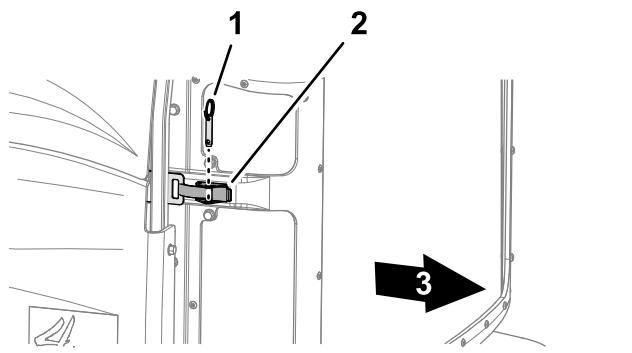

Figura 65
2. Rimuovete il perno a sfera dal fermo della griglia (Figura 65).